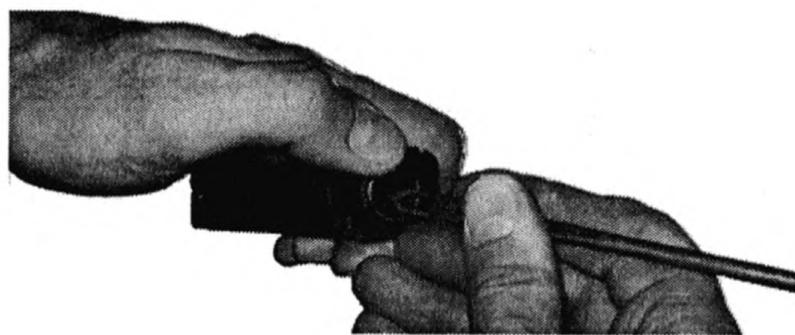

Рис. 14
- взяв магазин в левую руку крышкой вверх, с помощью протирки утопить фиксирующий выступ стопорной планки в отверстие крышки магазина (рис. 14), а большим пальцем левой руки сдвинуть крышку несколько вперед (к передней стенке магазина);